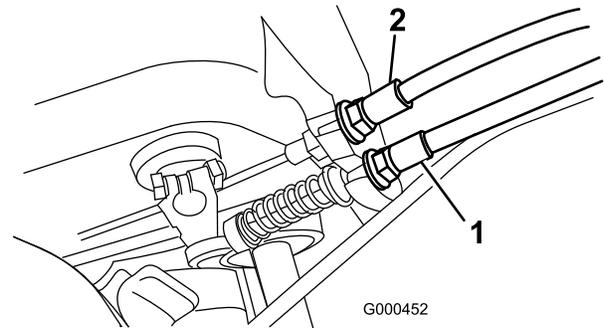

Bild 36
2. Wenn Sie die Zugspannung erhöhen möchten, lösen Sie die Klemmmutter des vorderen Zugs und ziehen Sie die Klemmmutter des hinteren Zugs an (Bild 36), bis eine Kraft von 5 bis 6,3 kg benötigt wird, um die Bremse zu aktivieren. Die Kraft sollte am Einstellhandrad gemessen werden. Stellen Sie die Bremse nicht zu fest ein, da das Bremsband sonst schleifen könnte.